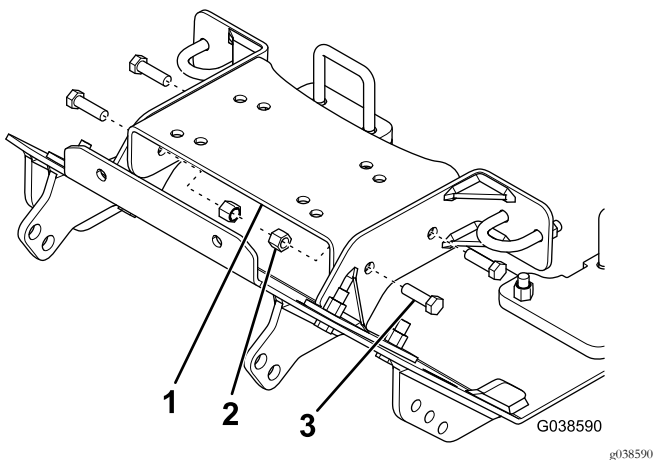

Bild 3
9. Befestigen Sie die obere Platte mit vier Schrauben ($\frac{3}{8}$ ") und vier Sicherungsmuttern ($\frac{3}{8}$ ") an den Seitenhalterungen, wie in **Bild 3** abgebildet.